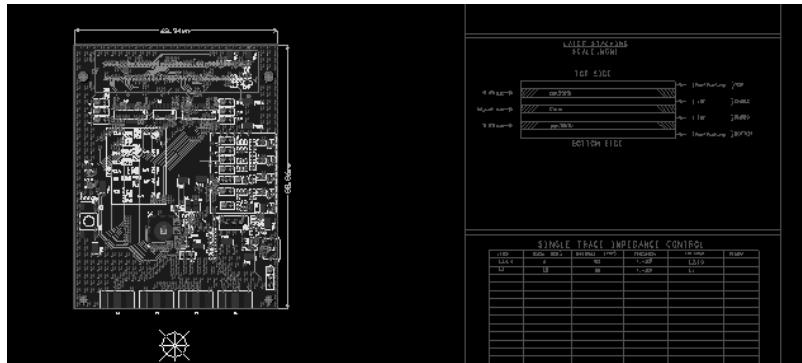

图 11-43 Gerber 文件输出效果预览
(6) Gerber 文件输出效果预览如图 11-43 所示。